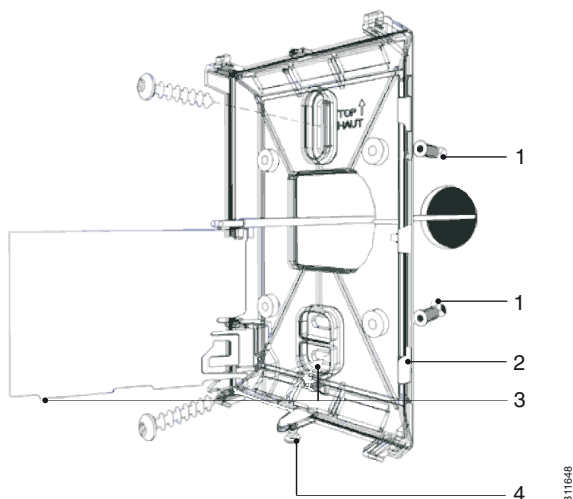

Fig. 1 Montage d'un Smart-Sensor
1. Enlever la vis de sécurité sur l'appareil (figure 1)